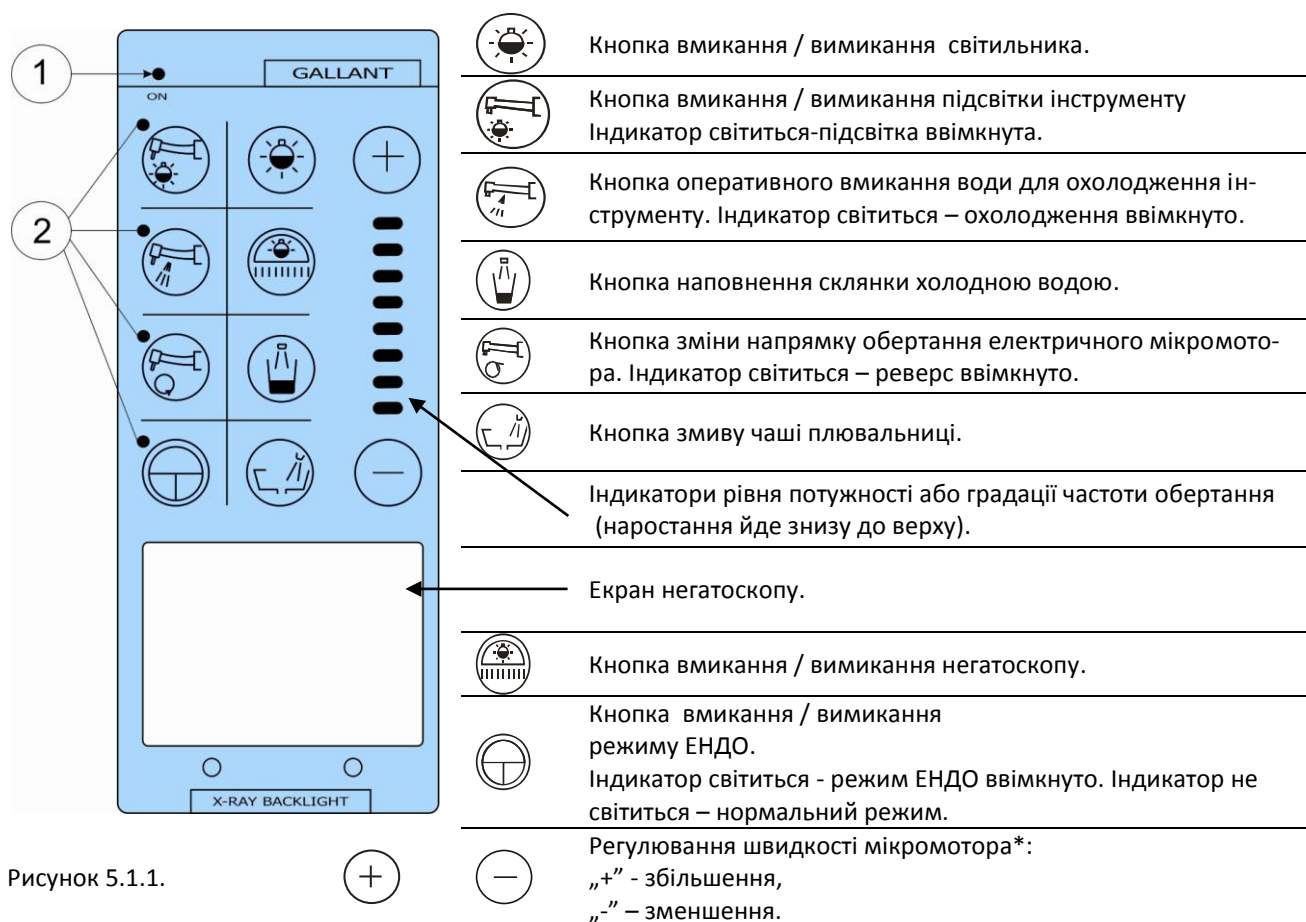

Рисунок 5.1.1.
- при короткочасному натисканні **кнопки наповнення склянки**  на пульті блоку інструментів лікаря, (Рисунок 5.1.1) або на пульті асистента (для виконань з пультом асистента) - вода поступає в склянку протягом 3 сек. При повторному натисканні кнопки пульта керування раніше 3 сек. подача води в склянку припиняється;
- при короткочасному натисканні **кнопки змиву чаші**  на пульті блоку інструментів лікаря, (Рисунок 5.1.1) або на пульті асистента (для виконань з пультом асистента) – здійснюється змив чаші на протязі (10-12) сек. При повторному натисканні кнопки пульта керування раніше (10-12) сек. змив чаші припиняється.
При виконанні стоматологічної установки з опцією ЕНДО на блоці лікаря встановлюється пульт керування з індикатором потужності згідно Рисунок 5.1.1.